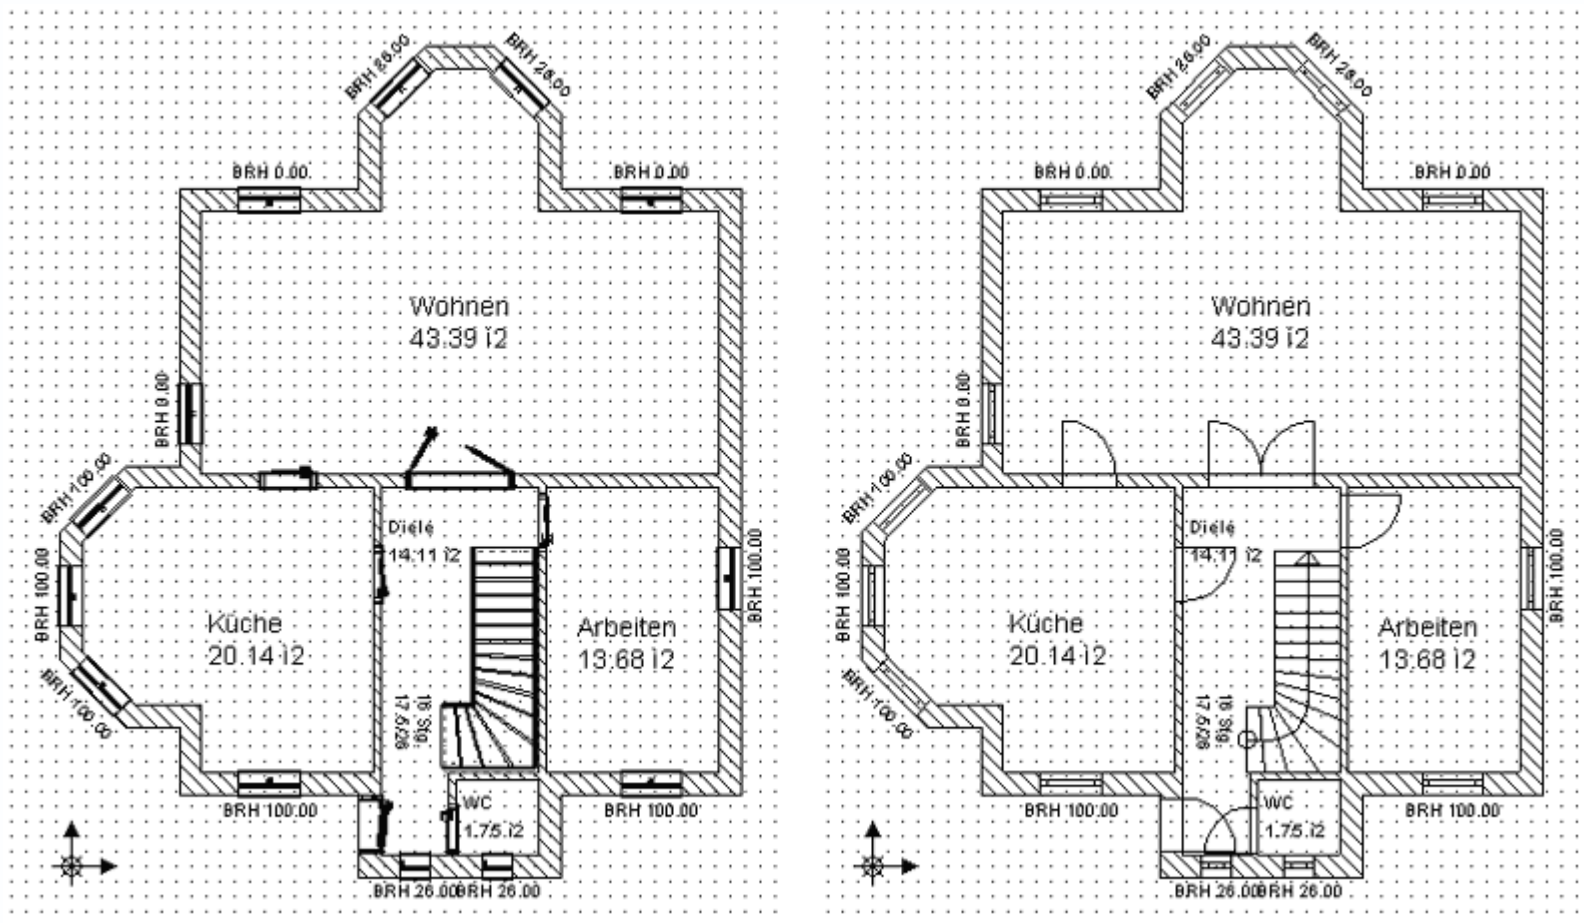

Рис. 1.7. Отображение плана: режим, используемый в системе ArCon (слева), и режим правильного архитектурного представления (справа)
– переключает между режимом отображения плана согласно общепринятым нормам при построении чертежей жилых зданий и режимом, используемым в программе ArCon (рис. 1.7). Изменения касаются отображения дверей, окон, лестниц и других объектов. В режиме правильного архитектурного представления (кнопка Правильное архитектурное представление вкл./выкл. нажата) чертеж лучше всего сохранять как растровое изображение или распечатывать текущий план.